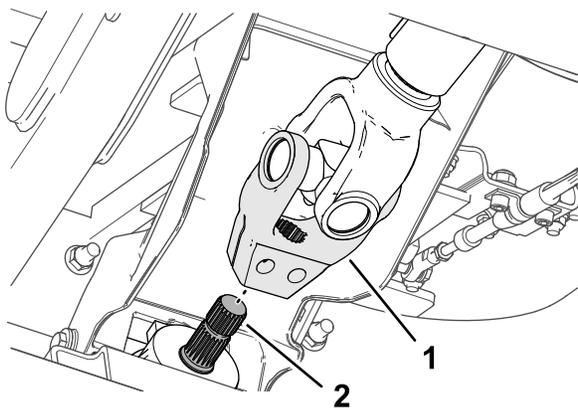

図 17
5. 駆動シャフトのヨークについているスプラインを、アタッチメントの入力シャフトに合わせて 図 17、ヨークをシャフトに取り付ける。